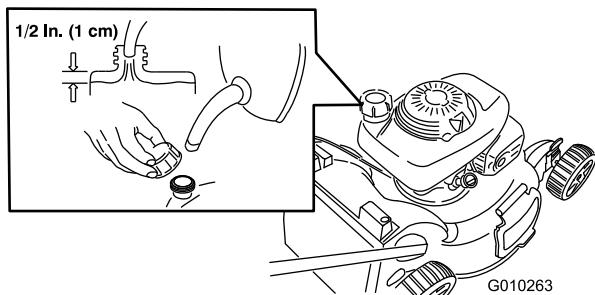

Figura 13
1. Limpie la zona alrededor del tapón del depósito de combustible y retire el tapón del depósito (Figura 13).